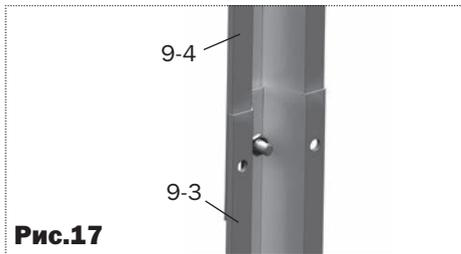
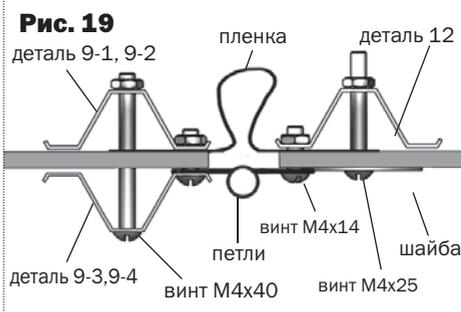
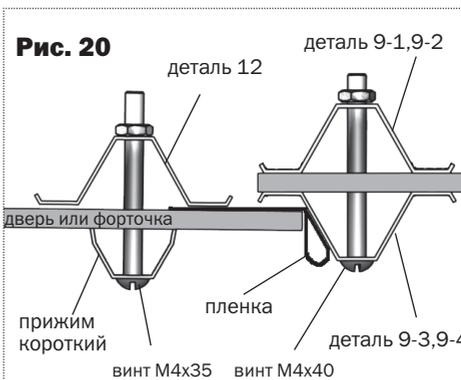

Рис.17
Рис.19
Рис.20
4. Состыкуйте детали **9-3** и **9-4** (**рис.17**) и установите их в соответствии с **рис.19**. Прижмите куски поликарбоната по краям со стороны двери и форточки накладками **9-3**, **9-4** (**рис.19**), оставляя отверстия под вертушки. Вырежьте куски покрытия для установки над дверными проемами и под дверными проемами, установите их, закрепив шайбами (**рис.22**) на детали **10**.
6. Закрепите куски покрытия на форточки и двери по стороне навеса петель шайбами (**рис.19**), а по другим сторонам - прижимами (**рис.20**), предварительно закрыв соты (оклеив их скотчем). По сторонам, противоположным петлям покрытие должно выступать за каркас на 15 мм (**рис.20**). Петли накладываются поверх поликарбоната и при затягивании винтов поликарбонат под петлями сминается.
7. Щели в дверном проеме закрываются полиэтиленовой пленкой (**рис.19, 20**).